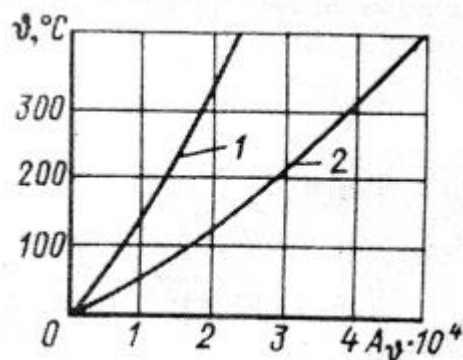

Рисунок 2 – Кривые для определения температуры нагрева токопроводов (1 - для алюминия, 2 - для меди)
Значение температуры нагрева шин (токопроводов) переменным током определяют по кривым на рис.2 с использованием уравнения
6. Согласно кривым на рис.2 начальной (номинальной) температуре нагревания медных равной 90С, соответствует значение  $A_H = 1,7 \cdot 10^4$
Согласно кривым на рис.2, значению  $A_K = 1,82 \cdot 10^4$  соответствует температура, примерно равная 100С, что меньше  $300^0 С$ . В связи с этим считаем, что выбранные шины отвечают требованиям термической стойкости.